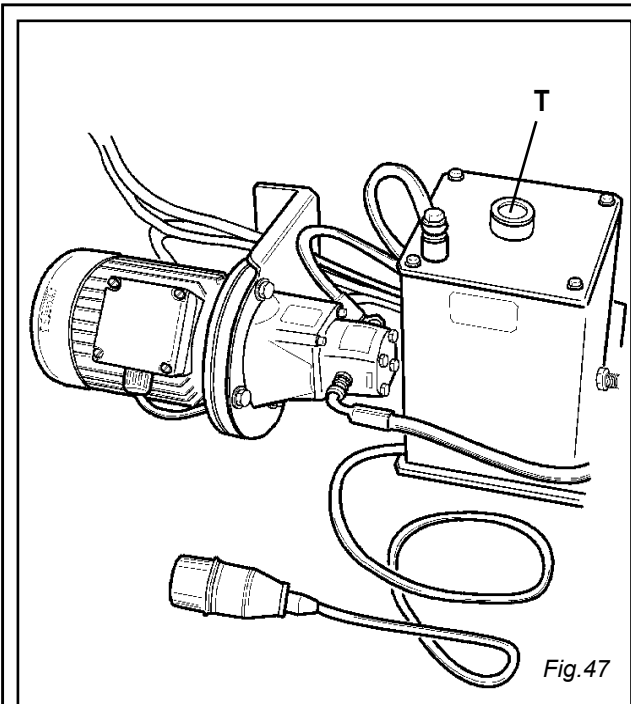

Fig. 47
**Controllare periodicamente il livello olio in centralina oleodinamica**, mediante l'apposita asta posta sotto il tappo (T) della centralina stessa. (Fig. 47)
**Check periodically the oil level inside the hydraulic unit (T)** by means of the relevant dipstick placed under the cap of the hydraulic unit (fig.47) If necessary, top up with oil ISO-L-HV VG46 Persian Oil Idrol T or alike (Esso Invarol EP / Agip Arnica / Mobil DTE 15 / Fina Hydran HV / Shell Tellus T / Total Equivis ZS / Castrol Hyspin AWH HV / BP Bactram HV / Chevron Ep Hydraulic Oil HV)
**Периодически проверяйте уровень масла в гидравлической системе** с помощью специального щупа, находящегося под крышкой установки (Т). (Рис. 47)
**Den Ölstand der hydraulischen Einheit** mittels des unter dem Verschluß (T) liegenden Eichstabes **periodisch überprüfen** (Abb. 47). Wenn nötig, mit Öl ISO-L-HV VG46 Persian Oil Idrol T oder ähnlichen auffüllen (Esso Invarol EP / Agip Arnica / Mobil DTE 15 / Fina Hydran HV / Shell Tellus T / Total Equivis ZS / Castrol Hyspin AWH HV / BP Bactram HV / Chevron Ep Hydraulic Oil HV)